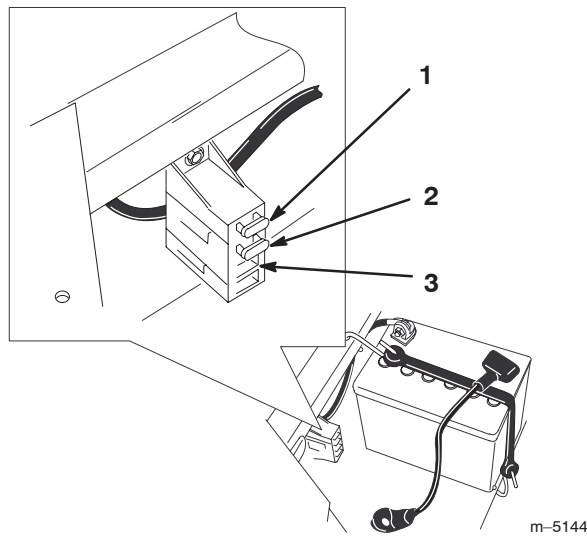

Figure 46
1. Soulevez le siège pour accéder au porte-fusibles (Fig. 46).
2. Pour remplacer un fusible, tirez dessus pour l'enlever (Fig. 46).